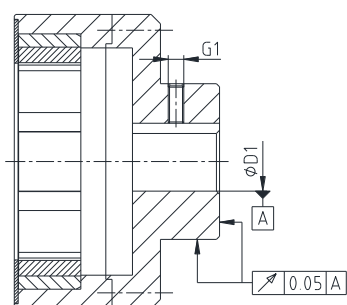

図 6: 同軸度と直角度(アウターローター)
- お客様が軸穴加工をされる場合は、図6と7に記載されている同軸度及び直角度を遵守して下さい。